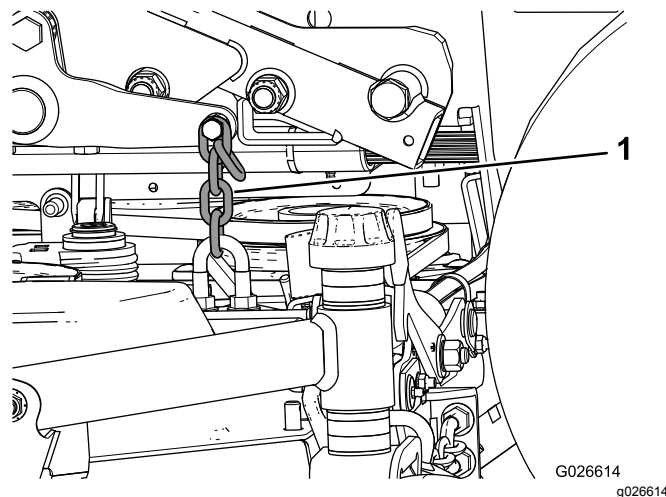

Рисунок 18
- B. Прикрепите левую заднюю подъемную цепь к **внешней** стороне подъемного кронштейна с помощью болта и двух гаек (Рисунок 18).